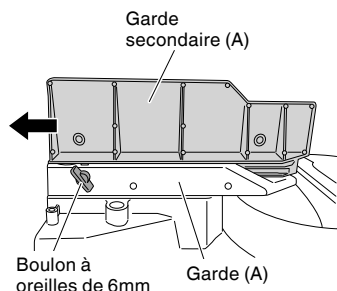

Fig. 12
Lors d'une coupe d'angle vers la droite, desserrer la vis papillon de 6 mm, puis faites glisser la garde secondaire (A) vers l'extérieur et retirez-la, comme le montre la Fig. 12.
5. Vérification de l'utilisation de la garde secondaire (B)
**⚠ AVERTISSEMENT:** Lors d'une coupe d'angle vers la gauche, desserrer la vis papillon de 6 mm, puis faites glisser la garde secondaire (B) vers l'extérieur.
**Le non-respect de cette consigne pourrait entraîner le corps principal ou la lame de la scie d'entrer en contact avec la garde secondaire (B) et causer des dommages.**